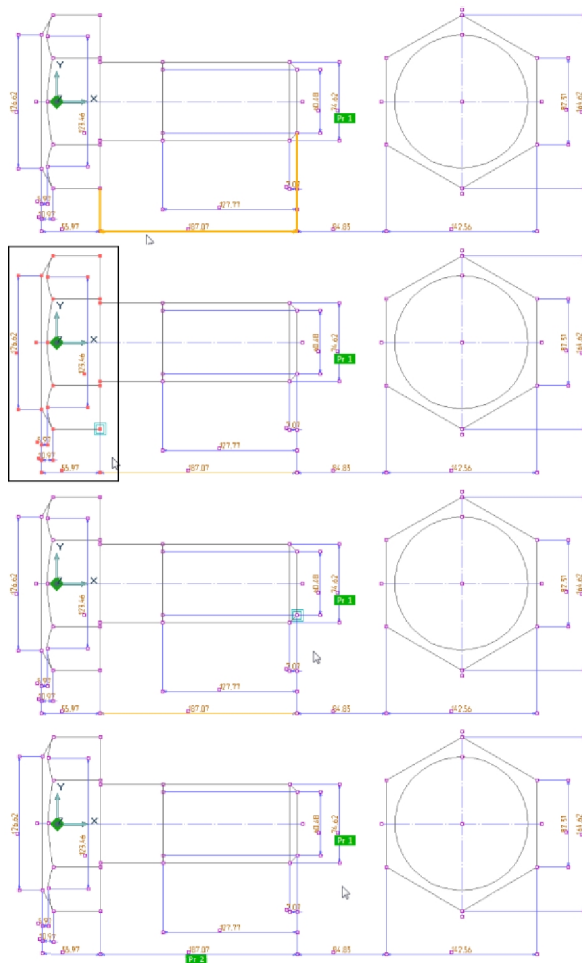

Рис. 9. Создание ПРМ 2
- Вторым будет изменяться размер, отвечающий за длину болта. Правый конец размерной линии оставляем пустым (когда система высветит его, нажимаем Enter), левому концу выделяем узлы, как показано на Рис. 9. При изменении значения размера, правый конец будет надежно зафиксирован, а левый будет изменять свое положение, вместе с привязанными к нему узлами.